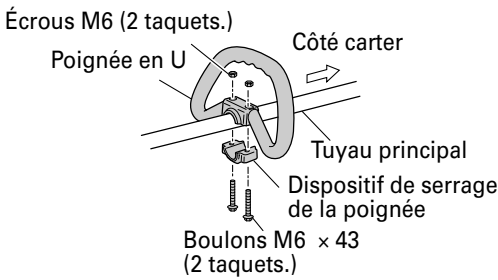

Fig. 7
1. Installation de la poignée en U (Fig. 7)